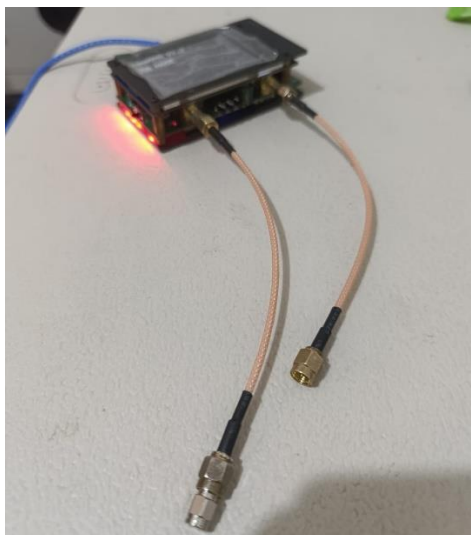

Figura 14 Conexión cable SMA Macho-Macho al NanoVNA.
3. Para conectarlo correctamente como en figura 14 primero se conectaron los cables SMA a los dos puertos del NanoVNA. Para hacerlo, se alineó el pin central del conector con cuidado y después se enroscó la tuerca del SMA con la mano, sin forzarla. En este tipo de conexión no se debe girar todo el cable, solo la parte roscada del conector, ya que al torcer el cable se puede dañar el pin central o provocar una mala conexión.